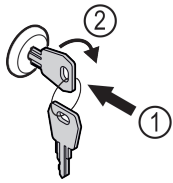

Fig. 123
- ▶ Sæt nøglen i Fig. 123 (1).
- ▶ Drej nøglen 90° med uret Fig. 123 (2).